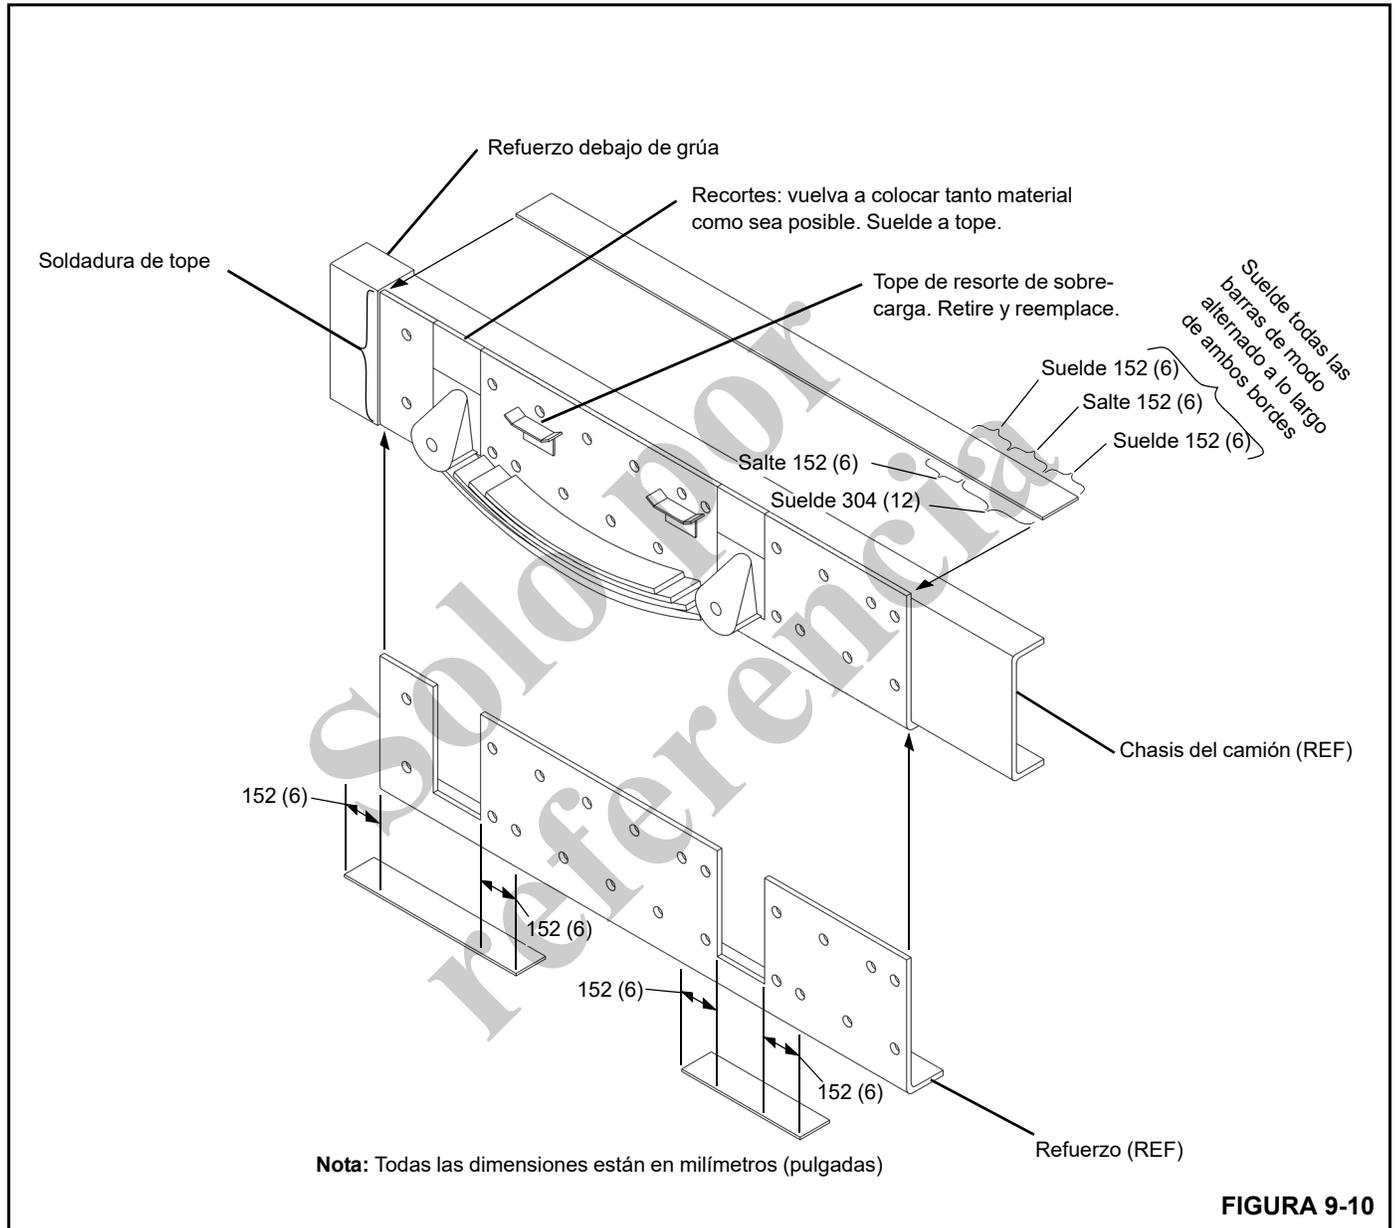

FIGURA 9-10
5. Si el chasis hasta la suspensión trasera no satisface las especificaciones mínimas de RBM y módulo de sección, se lo puede reforzar con un ángulo de refuerzo, como se muestra en la Figura 9-10. Vea la Tabla B de módulo de sección en la página 9-10 para el tamaño requerido de refuerzo. Retire todo el equipo de fácil desmontaje del chasis hasta la suspensión, tal como los topes de resorte, etc. Tope el ángulo contra el refuerzo delante de la suspensión y marque las zonas que requerirán corte, de modo que el ángulo se deslice hacia arriba alrededor de los ganchos colgadores y contra el chasis de camión existente y el refuerzo delantero. Utilice un soplete para recortar las zonas marcadas de la pata larga del ángulo a una profundidad suficiente para que el reborde del ángulo pueda deslizarse hacia arriba desde la parte inferior del chasis para tocar ya sea el chasis del camión existente o las escuadras de los colgadores de ballestas (si éstas sobresalen por debajo del chasis del camión